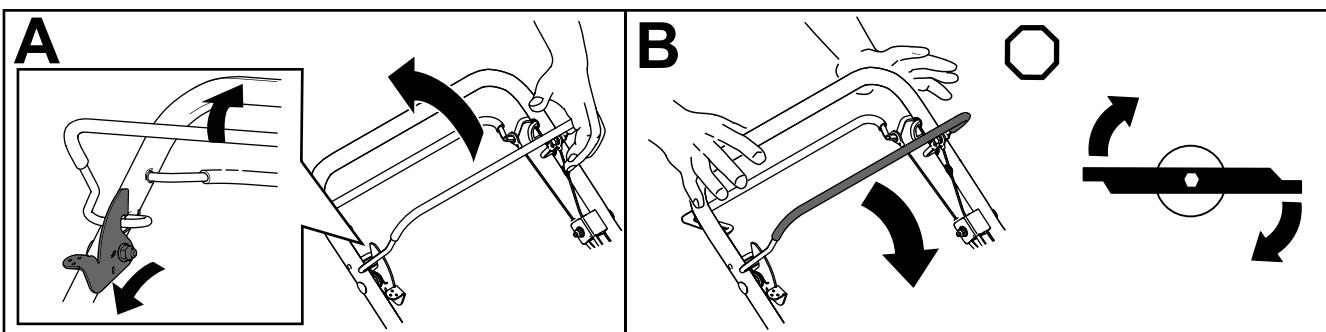

Figure 16
1. Poussez en avant et maintenez le levier de blocage de la commande des lames pour relâcher la barre de commande des lames (A de Figure 16).
2. Serrez la barre de commande des lames contre le guidon et relâchez le levier de blocage de la commande des lames; la lame doit s'engager (A de Figure 16).
3. Relâchez la barre de commande des lames pour désengager les lames (B de Figure 16). Le levier de blocage de la commande des lames se réinitialise pour bloquer la barre de commande des lames.